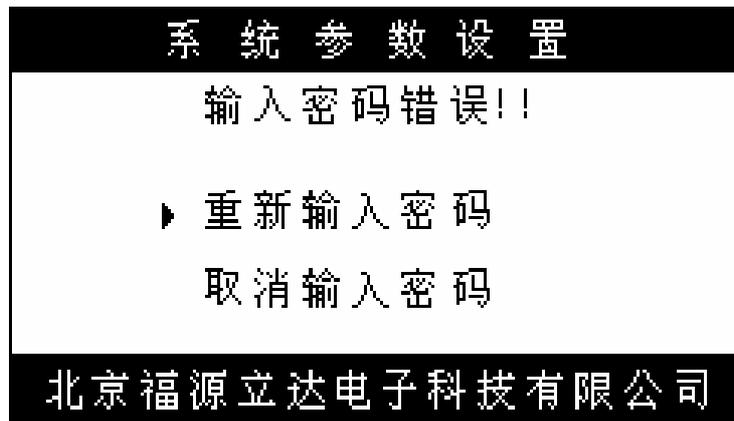

图 12 入密码错误
3. 如果密码输入错误程序会进入(图 12)“输入密码错误”的界面，可以选择“重新输入密码”或“取消输入密码”来放弃操作。